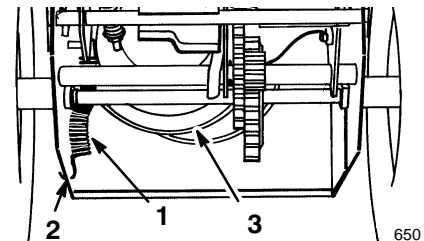

Abbildung 26
7. Die Feder aus dem Schlitz in der unteren Kante der Seitenplatte lösen (Abb. 26).
14. Die Feder in den Schlitz in der unteren Kante der Seitenplatte haken (Abb. 26).